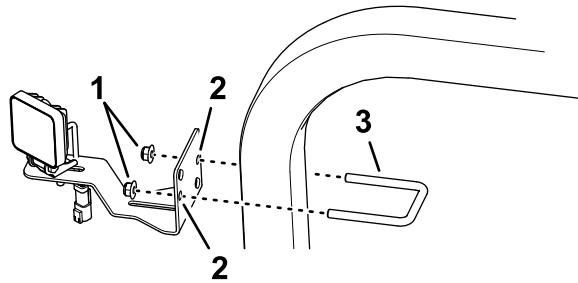

Figura 6
1. Monte la luz LED y el soporte al tubo del ROPS con el perno en U (3/8" x 2-7/16" x 2-13/16") y la contratuerca con arandela prensada, tal y como se muestra en la Figura 6.